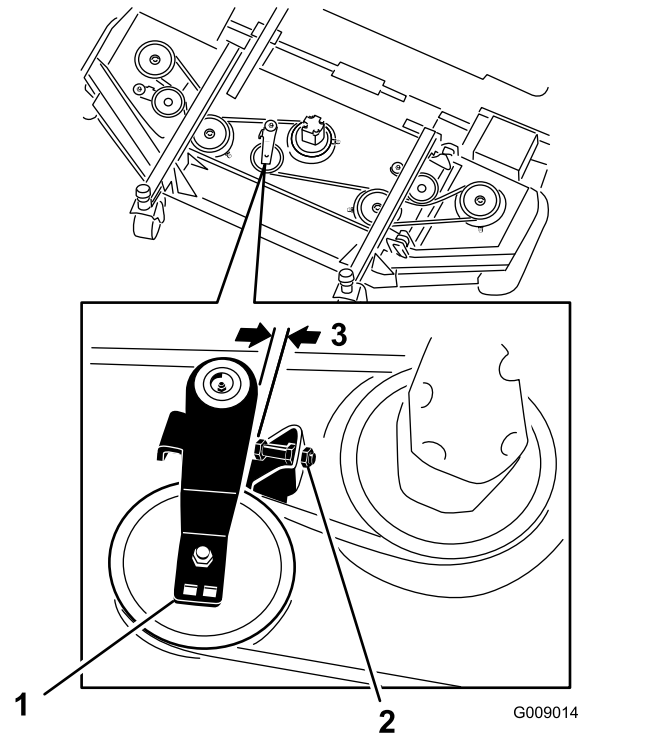

Bild 126
3. Lösen Sie am Frontmähwerk in der Mitte die Klemmmuttern an der Anschlagschraube der Spannscheibe und drehen die Anschlagschraube in die Halterung (Bild 126).
4. Schieben Sie jede Spannscheibe des Seitenmähwerks mit einem Ratschenschlüssel oder einem ähnlichen Werkzeug vom Treibriemen, um die Spannung zu lösen, und lassen Sie den Riemen von der Spannscheibe des Seitenmähwerks rutschen (Bild 126).